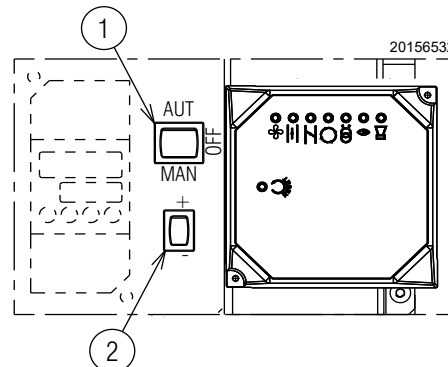

Abb. 30
Die Thermostate/Druckwächter schließen und prüfen, ob sich die Leuchtanzeige 2)(Abb. 6 auf S. 14) einschaltet. Den Wahlschalter 1)(Abb. 30) auf "MAN" stellen.
- Stellen Sie den Schalter 1) aus Abb. 30 auf "OFF" und warten Sie, bis das Steuergerät die Abschaltphase ausführt;
Die Einstellung der Luft erfolgt durch Verändern des Winkels des Nockens III) (Abb. 29) und mithilfe des Wahlschalters 2) (Abb. 30). Für die Einstellung des Nockens des Stellantriebs siehe Abb. 33 A).
In der vorhergehenden Beschreibung lief der Brenner auf Mindestleistung. Drücken Sie nun die Taste 2)(Abb. 30 auf S. 28) "Erhöhen der Leistung" und halten Sie die Taste gedrückt, bis der Stellantrieb die Luftklappe und die Gasdrossel geöffnet hat.
Die Einstellung der Luft erfolgt durch Verändern des Winkels des Nockens I) (Abb. 29 auf S. 27) und mithilfe des Wahlschalters 2) (Abb. 30 auf S. 28). Für die Einstellung des Nockens des Stellantriebs siehe Abb. 33 A).
Drücken Sie die Taste 2)(Abb. 30 auf S. 28) "Verringern der Leistung" und halten Sie sie gedrückt, bis der Stellantrieb (Abb. 33 B) die werkseitige Einstellung erreicht hat: Siehe Tab. L auf S. 27 und stellen Sie in Folge die Luftklappe 5) und die Gasdrossel 4) (Abb. 32 auf S. 29) ein.
Die Einstellung der Luft erfolgt durch Verändern des Winkels des Nockens III) des Stellantriebs (Abb. 29 auf S. 27) und mithilfe des Wahlschalters 2)(Abb. 30 auf S. 28). Für die Einstellung des Nockens des Stellantriebs siehe Abb. 33 A).
Nach erfolgter Einstellung der Höchst- und Mindestleistung des Brenners ist die Gaseinstellung auf mehreren Zwischenpositionen des Stellantriebs vorzunehmen. Den Übergang von einer Position zur nächsten erhält man, indem die Taste 2) am Zeichen (+) oder (-) gedrückt bleibt (Abb. 30 auf S. 28). Üben Sie leichten Druck auf die Taste 2)(Abb. 30 auf S. 28) "Erhöhen der Leistung" in der Weise aus, dass der Stellantrieb eine Drehung von ca. 20° vornimmt, siehe Skalenindex des Stellantriebs Abb. 33 B) und Skalenindex der Luftklappen 5)(Abb. 32 auf S. 29).
Schalten Sie den Brenner über den Schalter 1)(Abb. 30) ab, OFF-Stellung, entriegeln Sie den mechanischen Nocken I) (Abb. 32) um die Zahnräder des Stellantriebs zu trennen, drücken und verschieben Sie dazu die Taste 3)(Abb. 33 D) und prüfen Sie mehrmals durch manuelles Drehen des mechanischen Nockens I)(Abb. 32) nach vor und zurück, ob die Bewegung sanft und reibungsfrei abläuft.